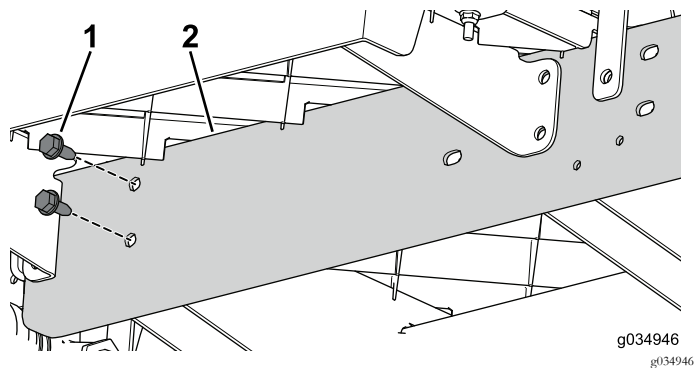

图26
6. 使用 2 个螺栓 5/16 x 3/4 英寸将延长轨道松松地安装到机器前部的中央通道上 图26。